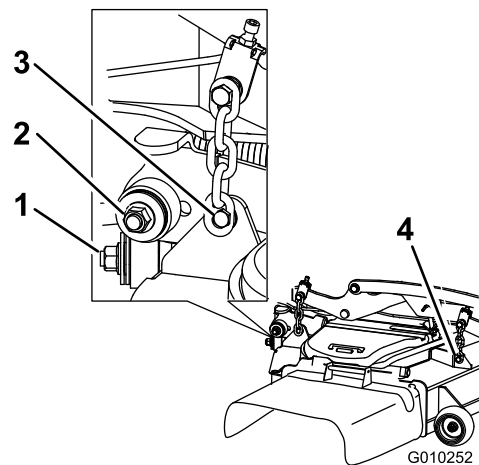

図 104
7. 図 104 に示すように、デッキの両側から金具類を外し、なくさぬように保管する。